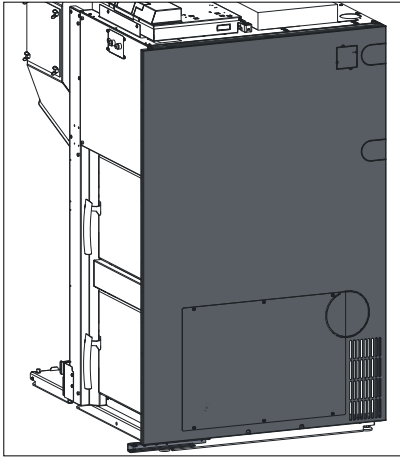

Fig. 66 Seitenwand rechts einhängen
- ▶ Seitenwand rechts gleichzeitig unten am Sockel in die Ausstanzung einstellen und hinten bei der Rückwand in die Bajonettverschlüsse einhängen – Fig. 66.